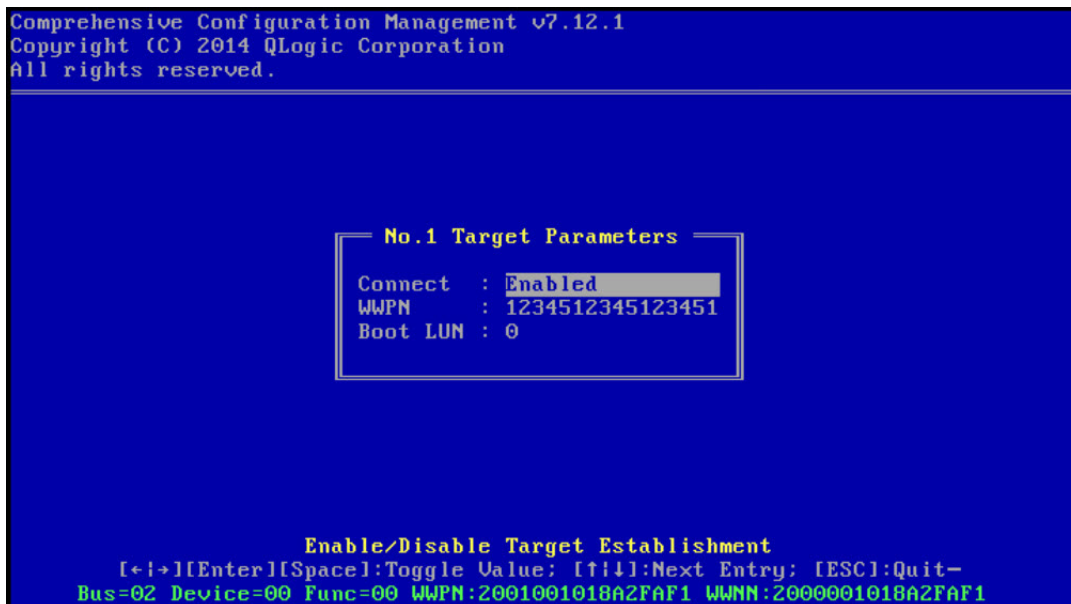

図 14-6. CCM ターゲットパラメータ
6. **Connect** (接続) オプションを有効にしてから、ブートに使用するターゲットのターゲット WWPN およびブート LUN 情報を設定します (図 14-6)。